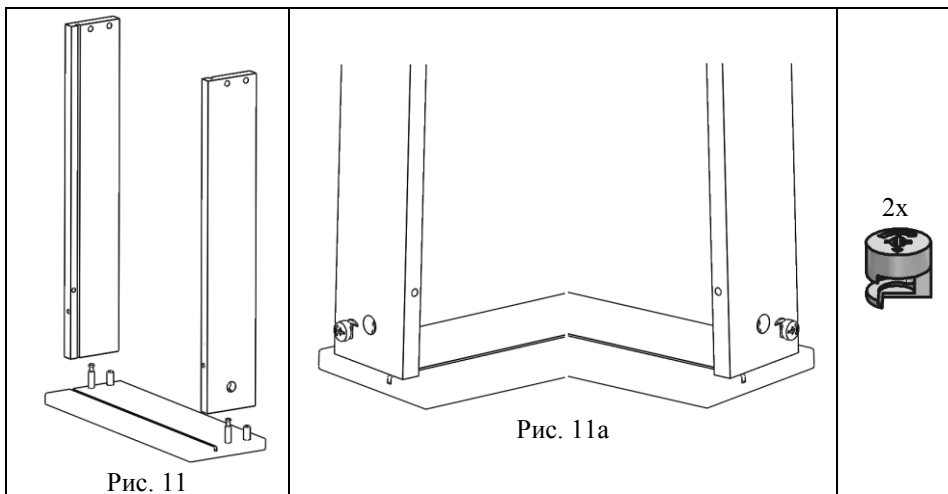

Рис. 11
- 5.2.2. На сборку по п. 5.2.1. установить боковину ящика правую (поз. 9), боковину ящика левую (поз. 8) (см. рис. 11). В отверстия боковин вставить эксцентрики ЕС03ZL/16 (поз.5, пакет №129) (рис. 11а) стрелкой в направлении стенки передней и повернуть эксцентрик по часовой стрелке 180° max. (См. рис. 11а, 11б).
Рис. 11а
Рис. 11б